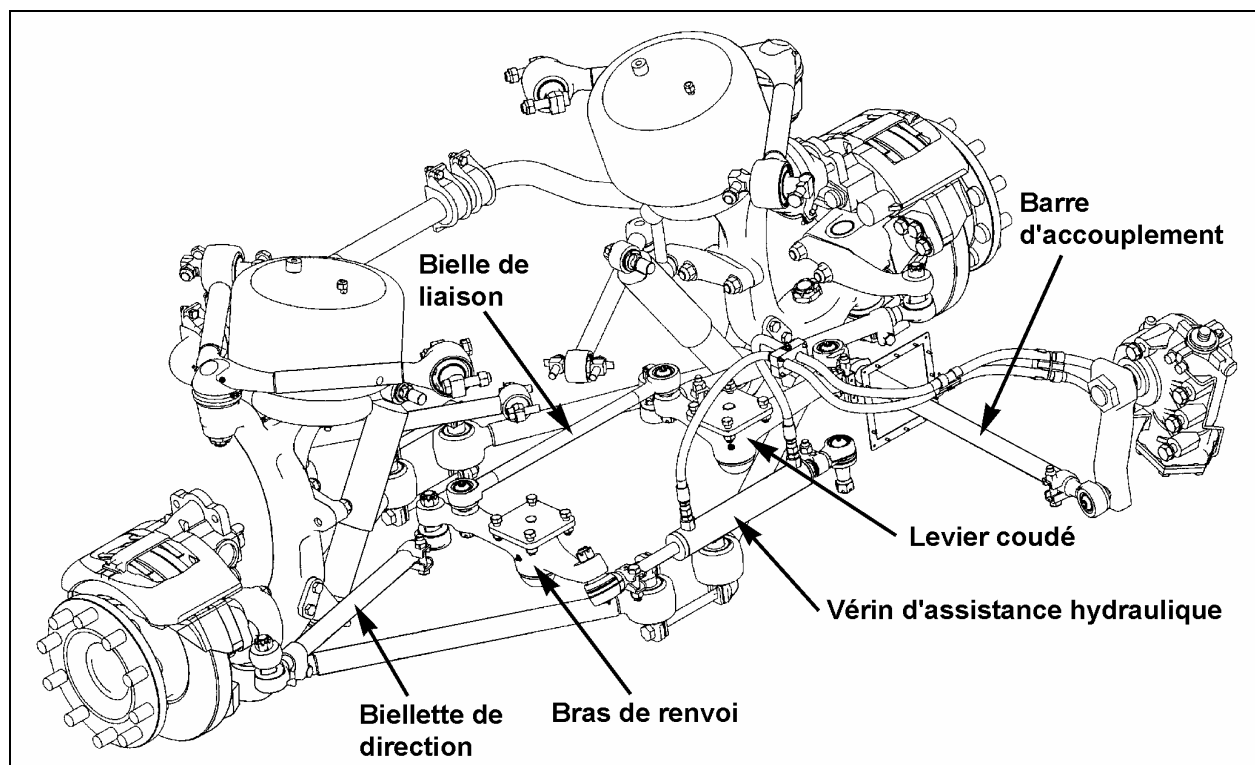

FIGURE 1: SUSPENSION INDÉPENDANTE
1. Retirer les goupilles fendues des embouts du levier coudé et de la biellette de direction (Voir les figures 1 et 2).
2. Retirer les goupilles fendues des embouts du bras de renvoi et de la biellette de direction (Voir les figures 1 et 2).